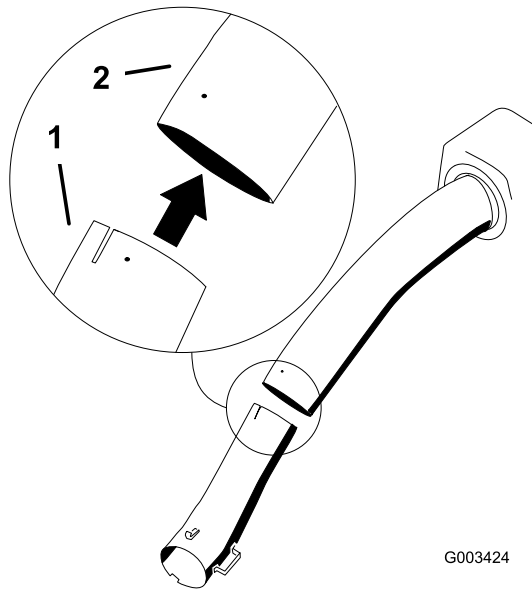

Figure 50
7. Insérez le tube inférieur dans le tube supérieur (Figure 50).